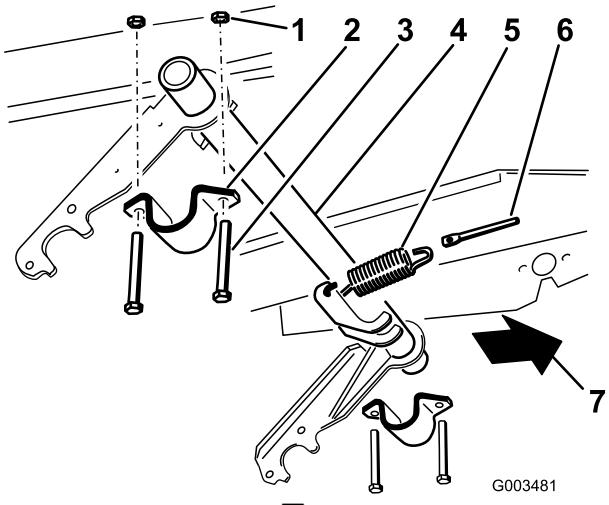

図 5
1. ピボット・チューブについているスプリング・レバーと、スプリング・ロッドとに、エクステンション・スプリング（2本）を取り付ける（図 5）。
2. ピボット・チューブ・ブラケットを右側に仮止めする（図 5）。
3. ピボット・チューブの右側部分を右側ピボット・チューブ・ブラケットにセットする（図 5）。
5. ピボット・チューブの左側部分をフレームの高さまで持ち上げて取り付ける；ピボット・チューブ・ブラケット、ボルト2本 ((3/8 x 3 in) とロックナット ((3/8 インチ)) 2 個を使用 (図 5)。